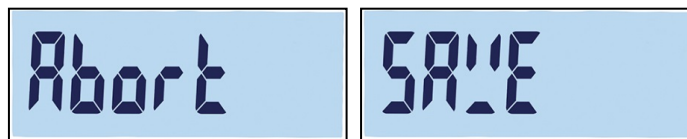

Figure 2-3 : Invites lors de la sortie de la configuration
1. Appuyez sur la touche  ou gauche  dans la racine de l'arborescence du menu (F1, F2, etc., affichés). Un message apparaîtra demandant si les modifications doivent être Annulées ou Enregistrées (Figure 2-3).